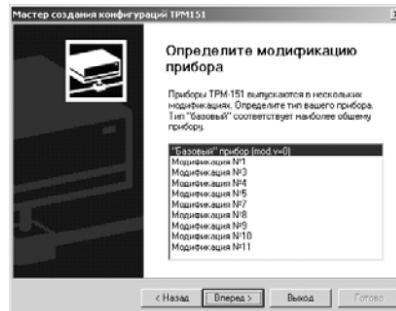
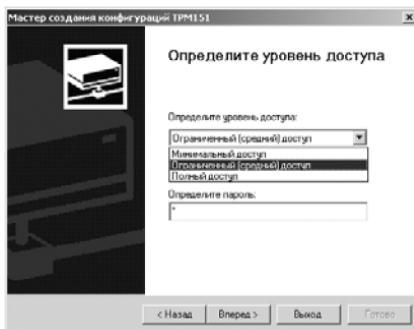

Рисунок 10.2
Рисунок 10.3
Программа попытается считать модификацию из прибора. Если модификация успешно считана, на экране сразу появится окно с приглашением выбрать уровень доступа (см. рисунок 10.3).
**Если модификацию считать не удается,** появится соответствующее сообщение. Нажмите «OK» - открывается окно с приглашением выбрать модификацию прибора из списка (рисунок 10.2). Выберите модификацию Вашего прибора («Модификация № 1»). Нажмите кнопку [Вперед] – открывается окно с приглашением выбрать уровень доступа (рисунок 10.3). Переходите к п. 4.